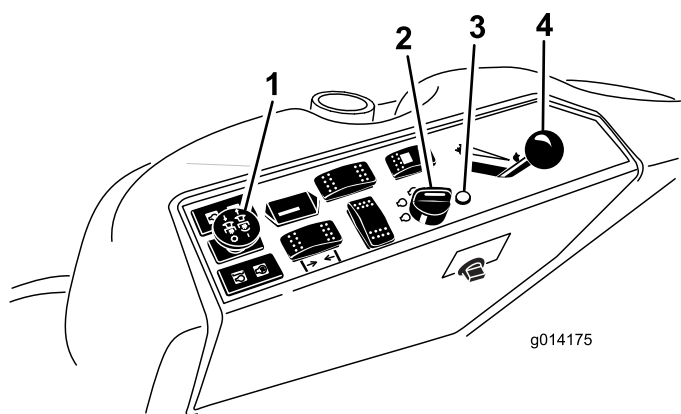

Figura 19
- Desloque o interruptor da tomada de força para a posição DESLIGAR (Figura 19).
- Mova a alavanca do acelerador para o meio entre a posição RÁPIDO e a posição LENTO (Figura 19).